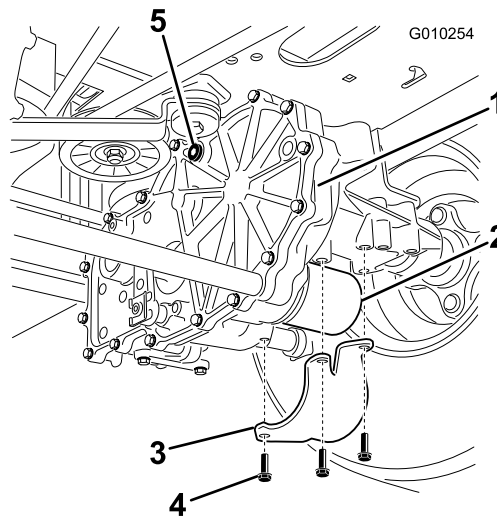

Figura 58
2. Individuate il filtro e le protezioni su ogni sistema di trasmissione e rimuovete le 3 viti che fissano la protezione del filtro (Figura 58).